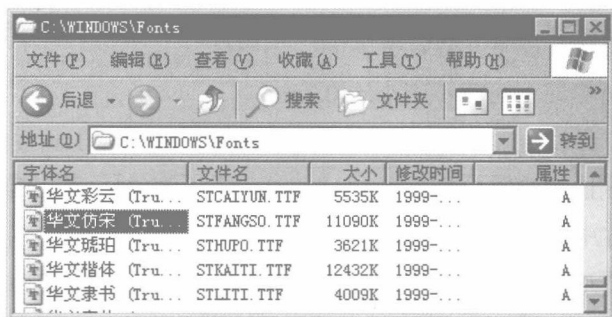

图 1.3.1 Windows 字体库中的字体
Step2. 找到图 1.3.1 所示的华文仿宋（TrueType）字体，其文件名为 STFANGSO.TTF。将其复制到 Pro/ENGINEER Wildfire 5.0 的系统字体目录（若用户的 Pro/ENGINEER Wildfire 5.0 安装在 C 盘下，则目录路径为 C:\Program Files\proeWildfire 5.0\text\fonts）下，如图 1.3.2 所示。